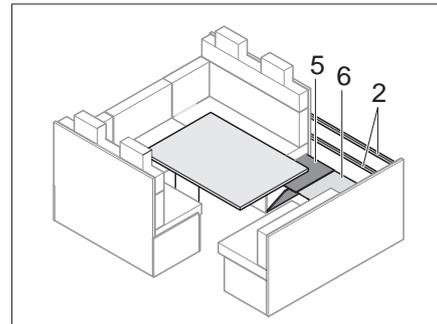

Bild 114 Lehnverlängerung anbringen
- Lehnverlängerungen (Bild 114,2) anbringen.